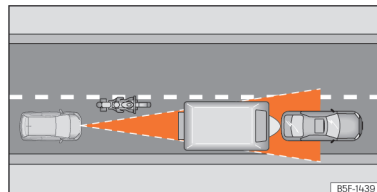

Fig. 105 Motociclo que circula à frente, fora do raio de alcance do sensor de radar.
- Veículos que circulem desalinhados ou fora da zona de deteção do sensor, por exemplo, motociclos >>> **Fig. 105.**